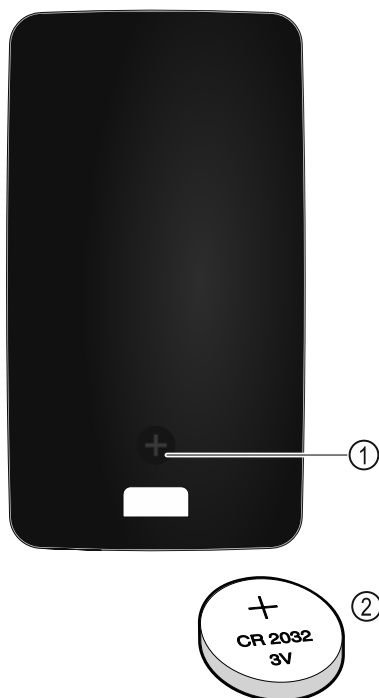

Fig. 230
El suministro eléctrico del mando a distancia se efectúa con una pila del tipo CR 2032 de 3 V Fig. 230 (2), a la venta en el comercio especializado.
- ▶ Desenroscar el tornillo Fig. 230 (1) de la parte trasera del mando a distancia.